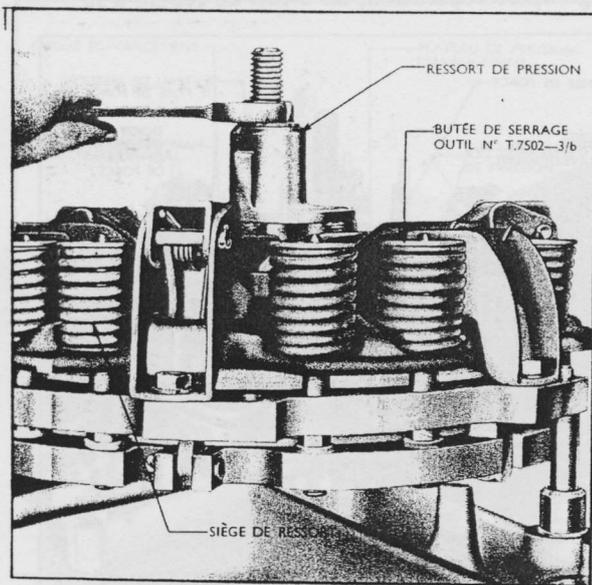

Fig. 11.
1. Positionner le support de réglage (Outil N° T. 7502-3/b) sur l'axe central de base d'assemblage d'embrayage de telle sorte que la face la plus large du support soit en contact avec les vis des doigts de débrayage/tracteur. Fixer la rondelle plate et l'écrou sur l'axe de l'outil principal et faire descendre l'écrou ; ainsi le support de réglage exerce une pression sur les doigts de débrayage/tracteur et prise de force (voir FIG. 11), tout en écartant les plateaux d'embrayage de la plaque centrale d'entraînement. Lorsqu'on effectue ce réglage, s'assurer que les vis de réglage des doigts de débrayage/tracteur et prise de force font saillie d'une longueur à peu près égale (9,53 mm est la longueur souhaitable), sinon le déplacement des plateaux d'embrayage risque d'être insuffisant. **Arrêter de visser**
5. Retourner le support de réglage sur l'axe de l'outil principal de telle sorte que sa face la plus large touche les vis de réglage des doigts de débrayage/tracteur (comme le montre la FIG. 11). Fixer la rondelle et l'écrou sur l'axe de l'outil, faire descendre l'écrou puis retirer les trois entretoises de réglage. Retirer l'écrou, la rondelle et le support de l'axe de l'outil.